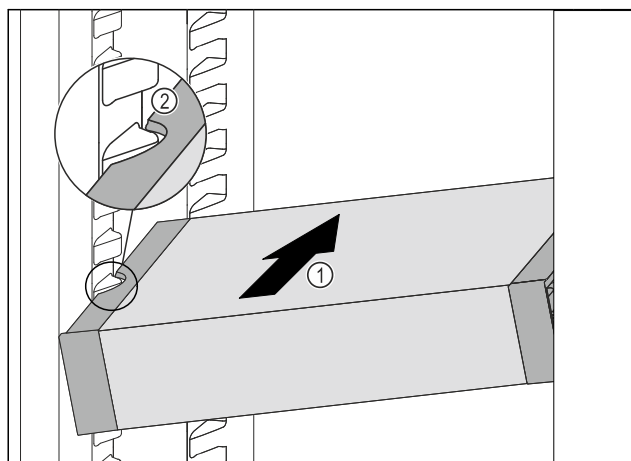

Fig. 122
- Zasuňte VarioSafe do chladničky pod úhlem tak Fig. 122 (1), aby vybrání na bocích Fig. 122 (2) VarioSafe byla na úrovni žebrování na nádoby v chladničce.